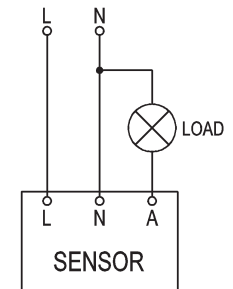

Fig.8
- Desapertar os parafusos do terminal de conexão, e depois ligar a alimentação ao terminal de conexão do sensor de acordo com o esquema de conexão dos condutores (Fig.8).